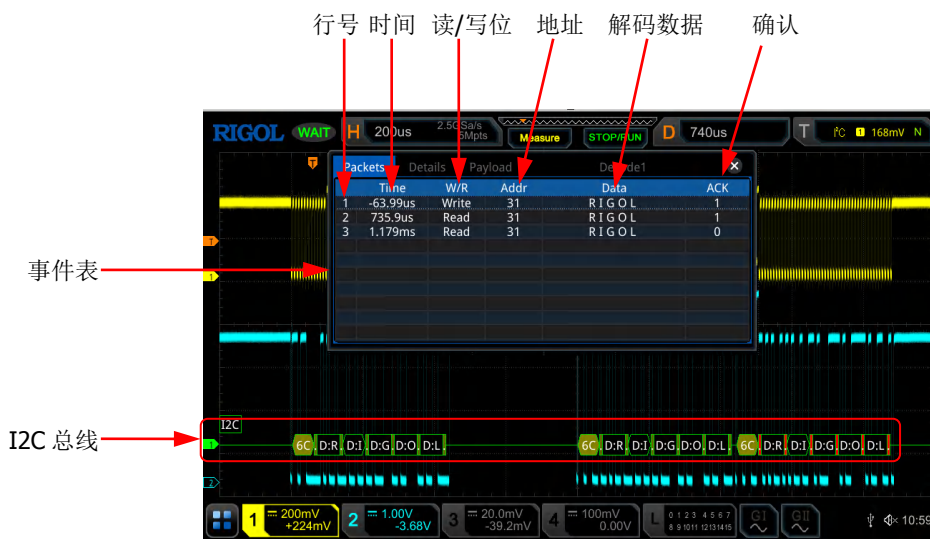

图 11-6 I2C 解码事件表
- 打开或关闭事件表：连续按 **事件表** 键，打开或关闭事件表显示。打开事件表，屏幕弹出如图 11-6 所示的事件表。您也可以使用触摸屏功能触摸事件表右上方的图标  关闭事件表功能。另外，当运行状态为“STOP”时，您还可以旋转多功能旋钮  选择指定行并查看相应的解码信息。